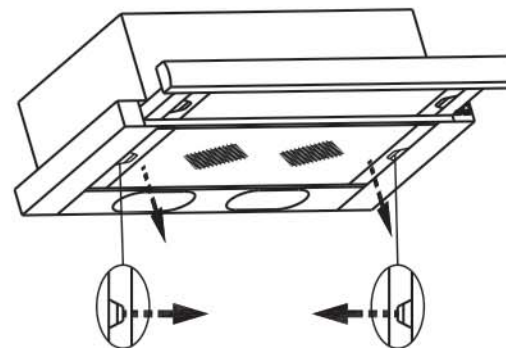

РИС. 6
8.4 Для очистки алюминиевого фильтра извлеките его из зонта (рис. 6) и произведите его очистку с помощью щетки водным раствором нейтрального моющего средства вручную или в посудомоечной машине (при 60°C). Сильно загрязненный фильтр не следует мыть в посудомоечной машине.
- снимите алюминиевый фильтр (рис. 6);
- снимите алюминиевый фильтр, для этого нажмите на пружинный замок на фильтре и потяните его вниз и на себя (рис. 6);